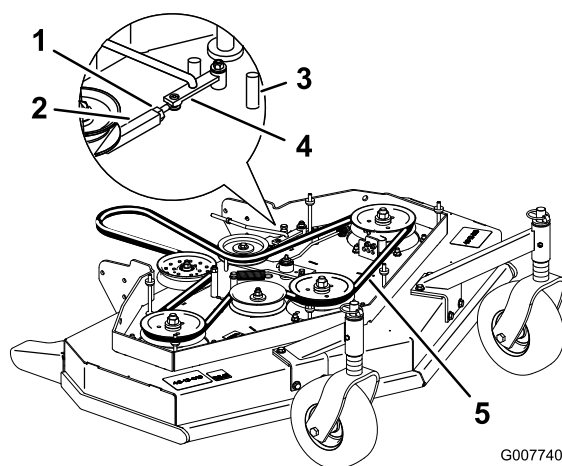

Figure 44
3. Desserrez le contre écrou sur le tendeur (Figure 44).
4. Tournez le tendeur vers l'arrière du plateau de coupe pour augmenter la tension sur la courroie. Tournez le tendeur vers l'avant du plateau de coupe pour réduire la tension sur la courroie (Figure 44).